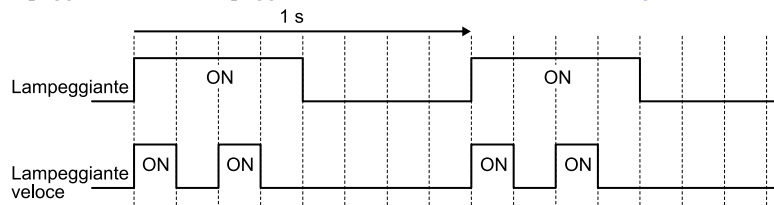

Figura 4.7 Stati di lampeggiamento LED
*1 Per la differenza tra "lampeggiamento" e "lampeggiamento veloce", fare riferimento a Figura 4.7.